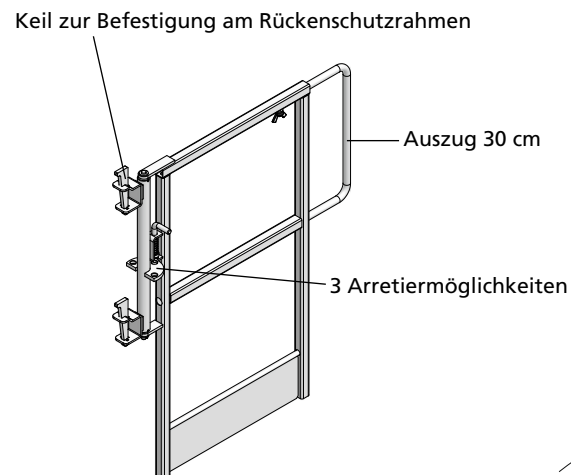
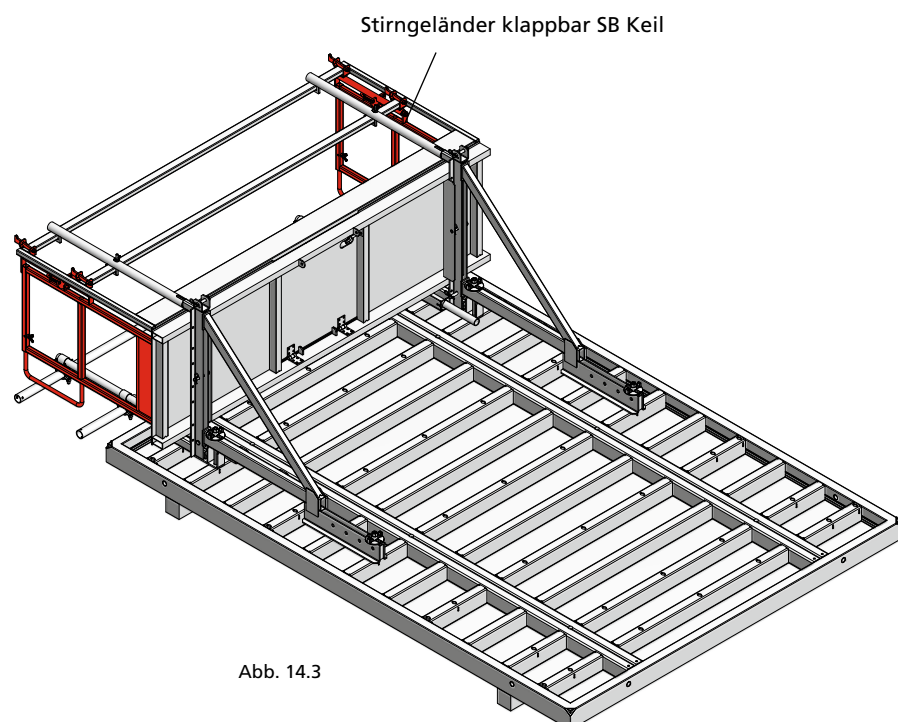

Abb. 14.1 Stirngeländer klappbar SB Keil
Abb. 14.3
8. Das Stirngeländer klappbar SB Keil (Abb. 14.1) wird mit den integrierten Keilen am Rückenschutzrahmen SB befestigt (Abb. 14.3). Das Stirngeländer ist klappbar und kann an 3 Positionen arretiert werden:
Mit dem integrierten Auszug lässt sich das Stirngeländer klappbar SB Keil um 30 cm verbreitern (Abb. 14.1).